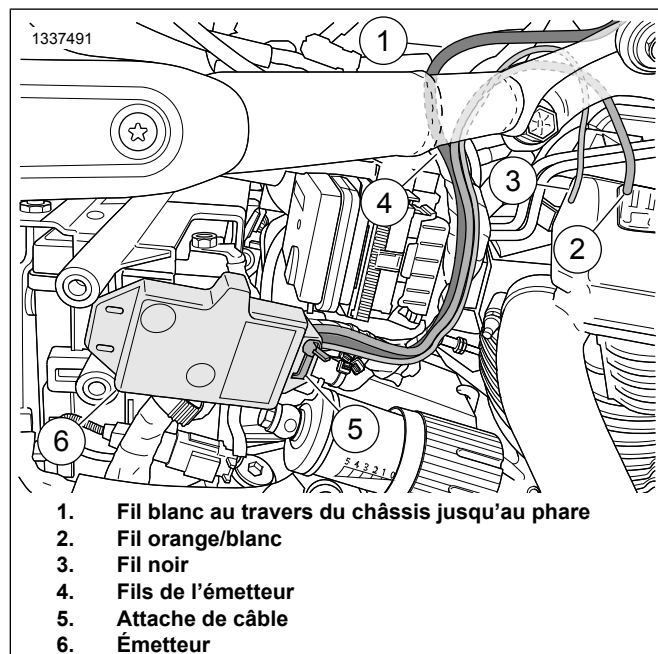

Figure 9. Montage de l'émetteur et acheminement des fils (Softail 2018 et ultérieurs)
2. Voir la Figure 9. **Sur l'émetteur** : sectionner le fil orange/blanc (2) de la même longueur que le fil noir (3). Retirer la portion sectionnée du fil orange/blanc de la gaine.
- a. Placer l'émetteur (6) à l'avant du faisceau de câbles principal en l'installant dans une position quasi horizontale. Les fils qui sortent du boîtier doivent être positionnés sur la partie supérieure et acheminés vers l'intérieur en direction des composants du véhicule.
- b. Installer la sangle de câble (5) dans la fente avant du boîtier de l'émetteur.
- d. Serrer la sangle de câble (5).
4. Glisser les câbles de l'émetteur (4) derrière les câbles du faisceau principal. Suivre les câbles du faisceau principal autour du module ABS/HCU et sous l'avant du siège.